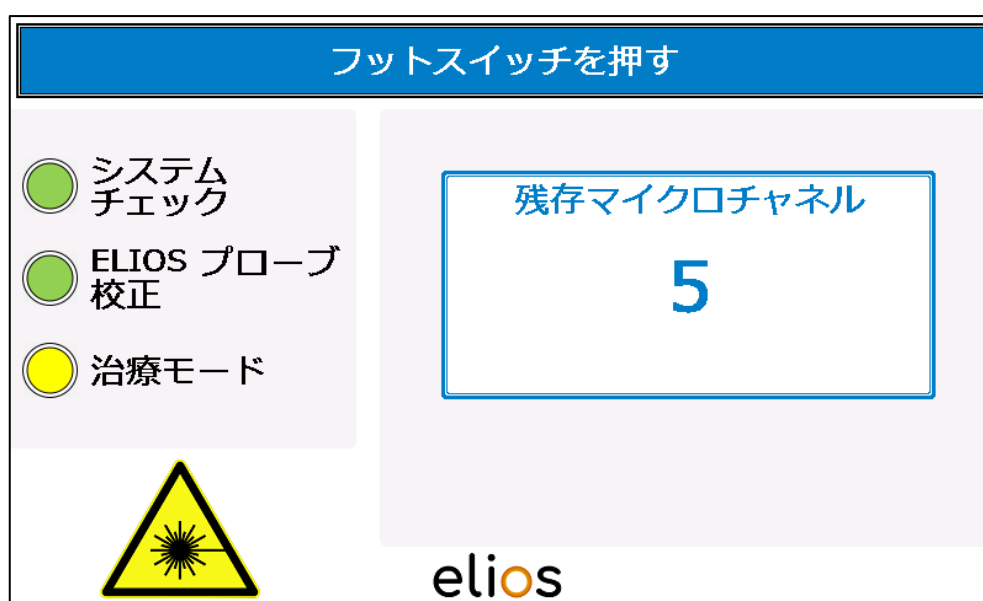

図 4-16 : TREATMENT MODE (治療モード)
- 1 マイクロチャンネルあたりの最大照射数である 20 パルスに達すると、レーザー照射は自動的に停止し、プログラムは次の画面へ移行し、さらに 20 パルスが使用可能になります（図 4-16）。
- フットスイッチを途中で離した場合も、レーザー照射は自動的に停止し、同様にプログラムは自動的に次の画面へ移行します（図 4-16）。